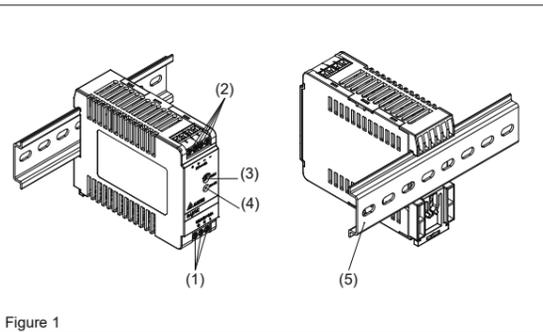
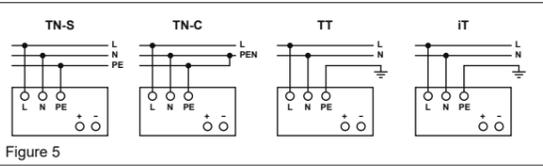

Figure 1
Figure 5
### 2. Gerätebeschreibung (Abb. 1)
#### 4.1. Anschluss der Eingangsklemmen (Abb. 1, Abb. 5)
Verwenden Sie die Eingangsklemmen L und N (Schutzleiter), um den 100-240 Vac-Anschluss herzustellen. Abb. 5 zeigt den Anschluss an die unterschiedlichen Netztypen.
#### 4.2. Anschluss der Ausgangsklemmen (Abb. 1 (2))
Verwenden Sie die Schraubklemmen „+“ und „-“, um den 5 Vdc-Anschluss herzustellen. Am Ausgang stehen 5 Vdc zur Verfügung. Die Ausgangsspannung kann am Potentiometer zwischen 5 und 5,5 Vdc eingestellt werden. Die grüne LED „DC OK“ zeigt die korrekte Funktion des Ausgangs an (Abb. 1 (4)). Das Gerät verfügt über einen Kurzschluss-, Überlast- und Überspannungsschutz, der auf 6,325-7,425 Vdc begrenzt ist.